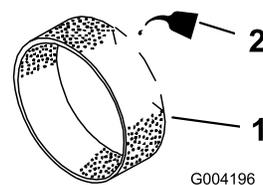

Рисунок 44
3. Вылейте 30-60 мл масла на фильтр предварительной очистки (Рисунок 44).